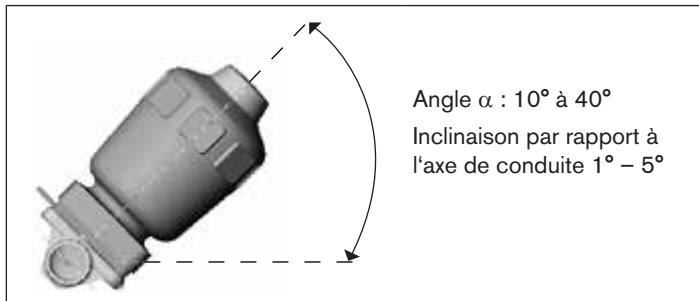

Fig. 12 : Montage pour permettre au corps de se vider automatiquement
- Montez le corps avec un angle d'inclinaison $\alpha = 10^\circ$ à 40° par rapport à l'horizontale (voir « Fig. 12 »).